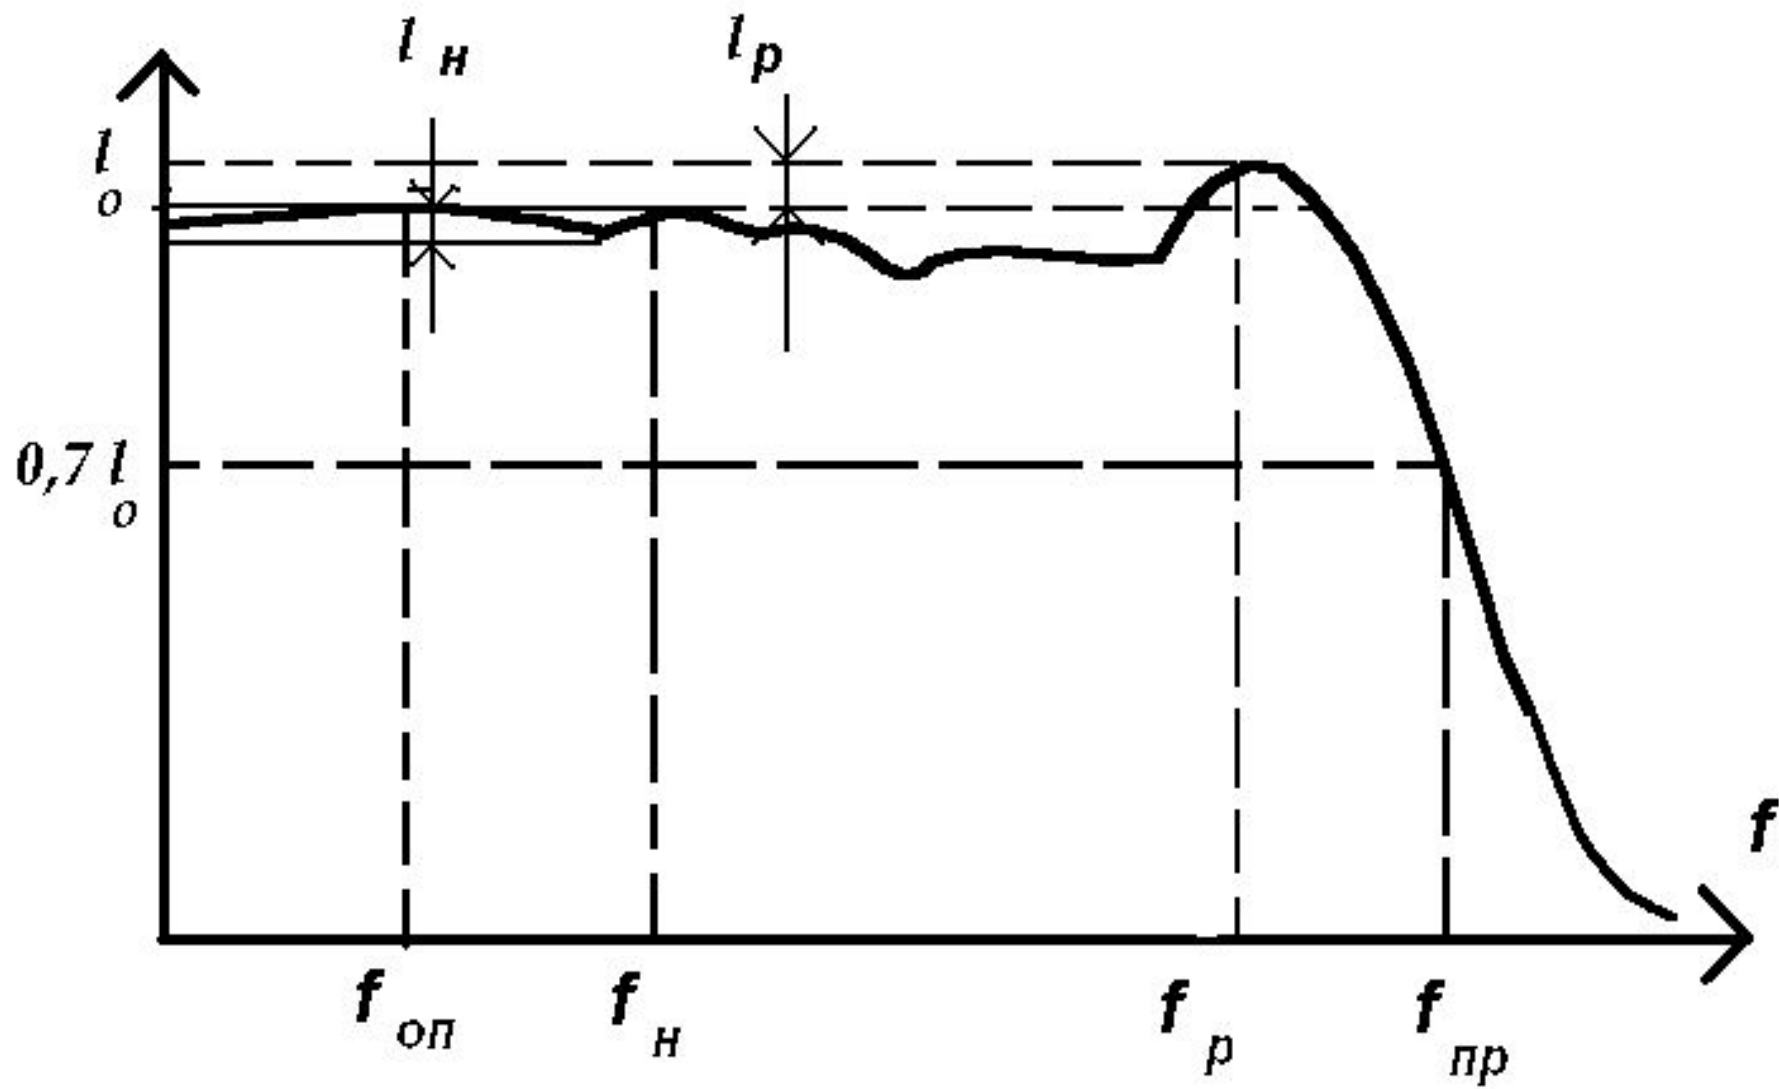

Рис.5
3.3.7 Амплітудно-частотну характеристику (рис.5) знімають за допомогою генератора сигналів і вольтметра змінного струму.